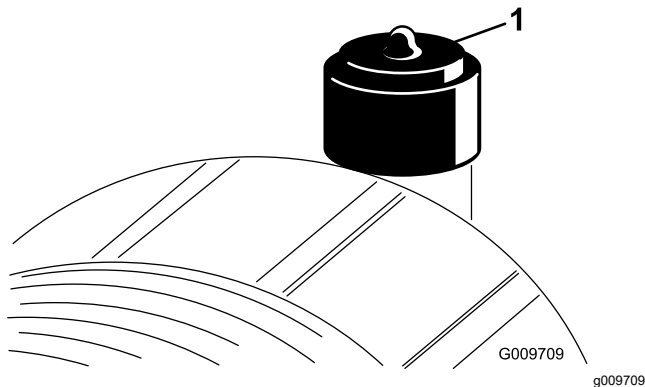

Figura 74
Revise el filtro del limpiador de aire únicamente cuando el indicador de mantenimiento (Figura 74) lo requiera. El cambiar el filtro antes de que sea necesario sólo aumenta la posibilidad de que entre suciedad en el motor al retirar el filtro.
9. Reinicie el indicador (Figura 74) si se ve rojo.